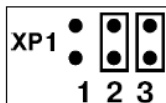

Рисунок 4.12
4.2.3 При необходимости изменения значения времени задержки включения реле после перегрузки по напряжению $T_{\text{вкл } U}$ установите на коммутаторе XP1 переключки в положение «2» и «3» (см. рисунок 4.12).